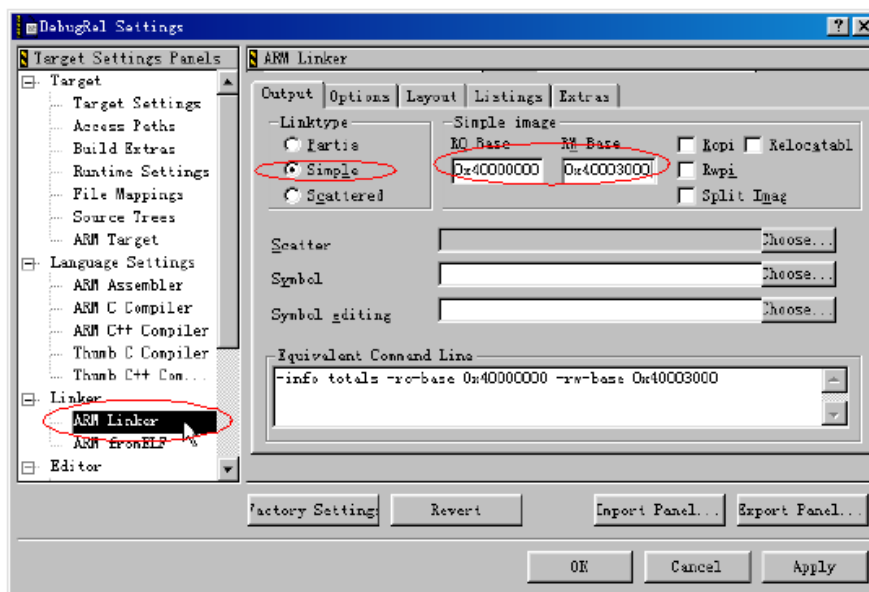
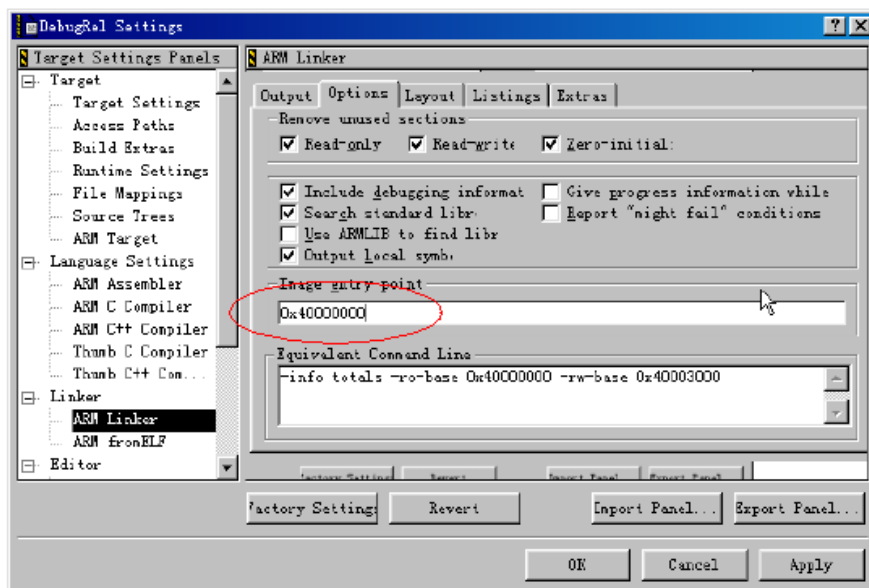

图 1.4 工程连接地址设置
图 1.5 工程调试入口地址设置
3. 选择【Edit】->【DebugRel Settings...】，在 DebugRel Settings 对话框的左边选择 ARMLinker 项，然后在 Output 页设置连接地址(见图 1.4)，在 Options 页设置调试入口地址(见图 1.5)。